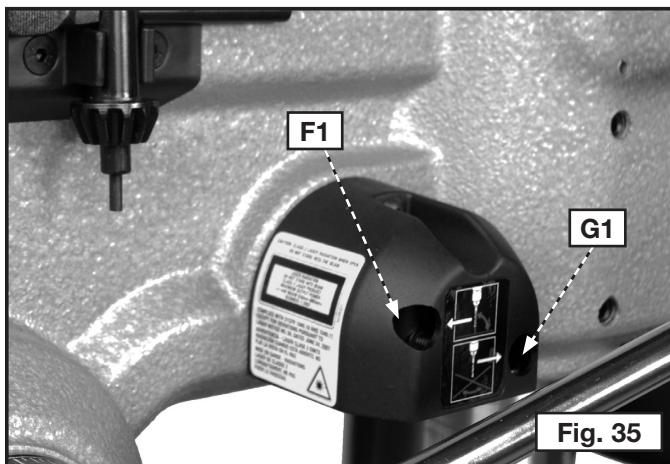
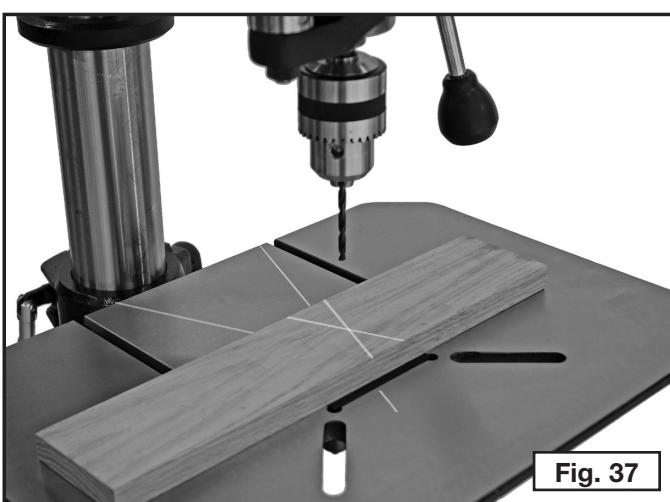

Fig. 35
Fig. 37
1. À l'aide de la clé hexagonale fournie, tournez la vis avant (F1), fig. 35, sur la nacelle droite du laser jusqu'à ce que la ligne rouge soit parallèle à la ligne dessinée sur le morceau de bois.
1. Posez le bois à plat sur la table (comme illustré en fig. 37) et assurez-vous qu'il ne bougera pas.
3. Pour les deux lasers, utilisez la même clé hexagonale insérée dans la vis arrière (G1), fig. 35 et 36, pour faire tourner les lasers jusqu'à ce qu'ils se croisent sur la marque, comme illustré en figure 37.